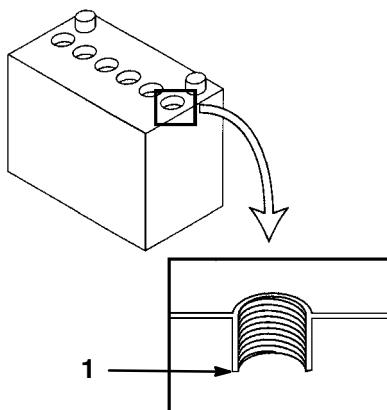

Abbildung 55
- Die Zellenabdeckungen öffnen, um in die Zellen zu sehen. Die Füllsäure muss bis zum unteren Teil der Röhre reichen (Abb. 55). Der Füllsäure- stand darf nicht unter die Platten fallen.
2. Die Deckel abnehmen (Abb. 55).
3. Langsam destilliertes Wasser in jede Batteriezelle gießen, bis die Flüssigkeit bis zum unteren Teil der Röhre reicht (Abb. 55).